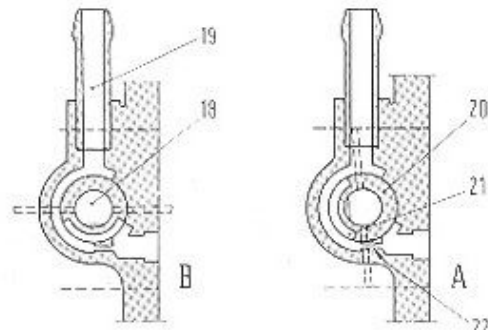

Abb. 54 - Vergasertollquerschnitt zur Veranschaulichung der VORRICHTUNG ZUR RÜCKFÜHRUNG DER MOTORENTLÜFTUNGSGASE.
Diese Vorrichtung ist im Vergaser eingebaut (Abb. 54).
Die Gase werden über die Leitung (19) und die Rille (21) stromabwärts der Drosselklappe geführt, wenn sich der Drehverschluss (20), der von der Drosselklappenwelle (18) betätigt wird, in der Stellung B (Abb. 54) befindet.